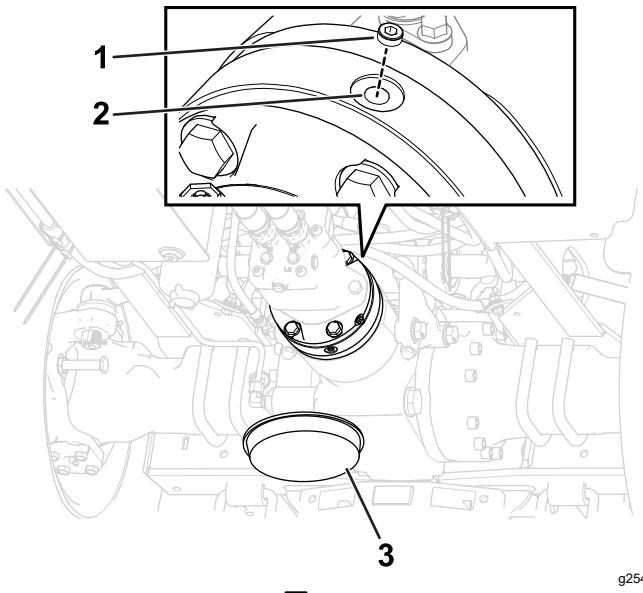

図 106
- ブレーキハウジングの上部にある補給プラグを外す図 106。
7. 給油ポートにプラグを取り付ける図 106。